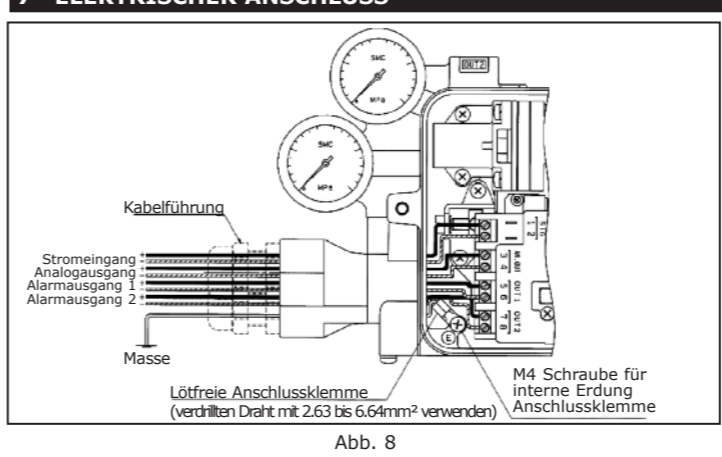

Abb. 8
- Verbinden Sie die Kabel für den Eingangsstrom mit einem Einstellgerät (Controller) und schließen Sie jedes Ausgangskabel gemäß Abb. 8 an. Der Stromversorgungsanschluss ist mit einem (blauen) Anschlussstecker M20x1.5 ausgestattet.